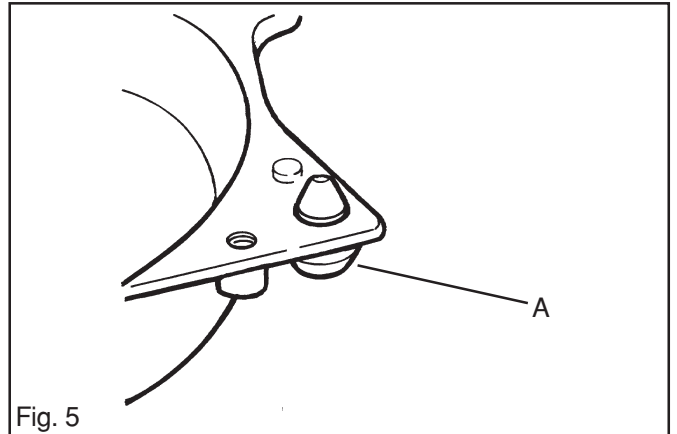

Fig. 5
- B Le tampon en caoutchouc (A). Voir la fig. 5.
- D Monter le tampon en caoutchouc (A). Voir la fig. 5.